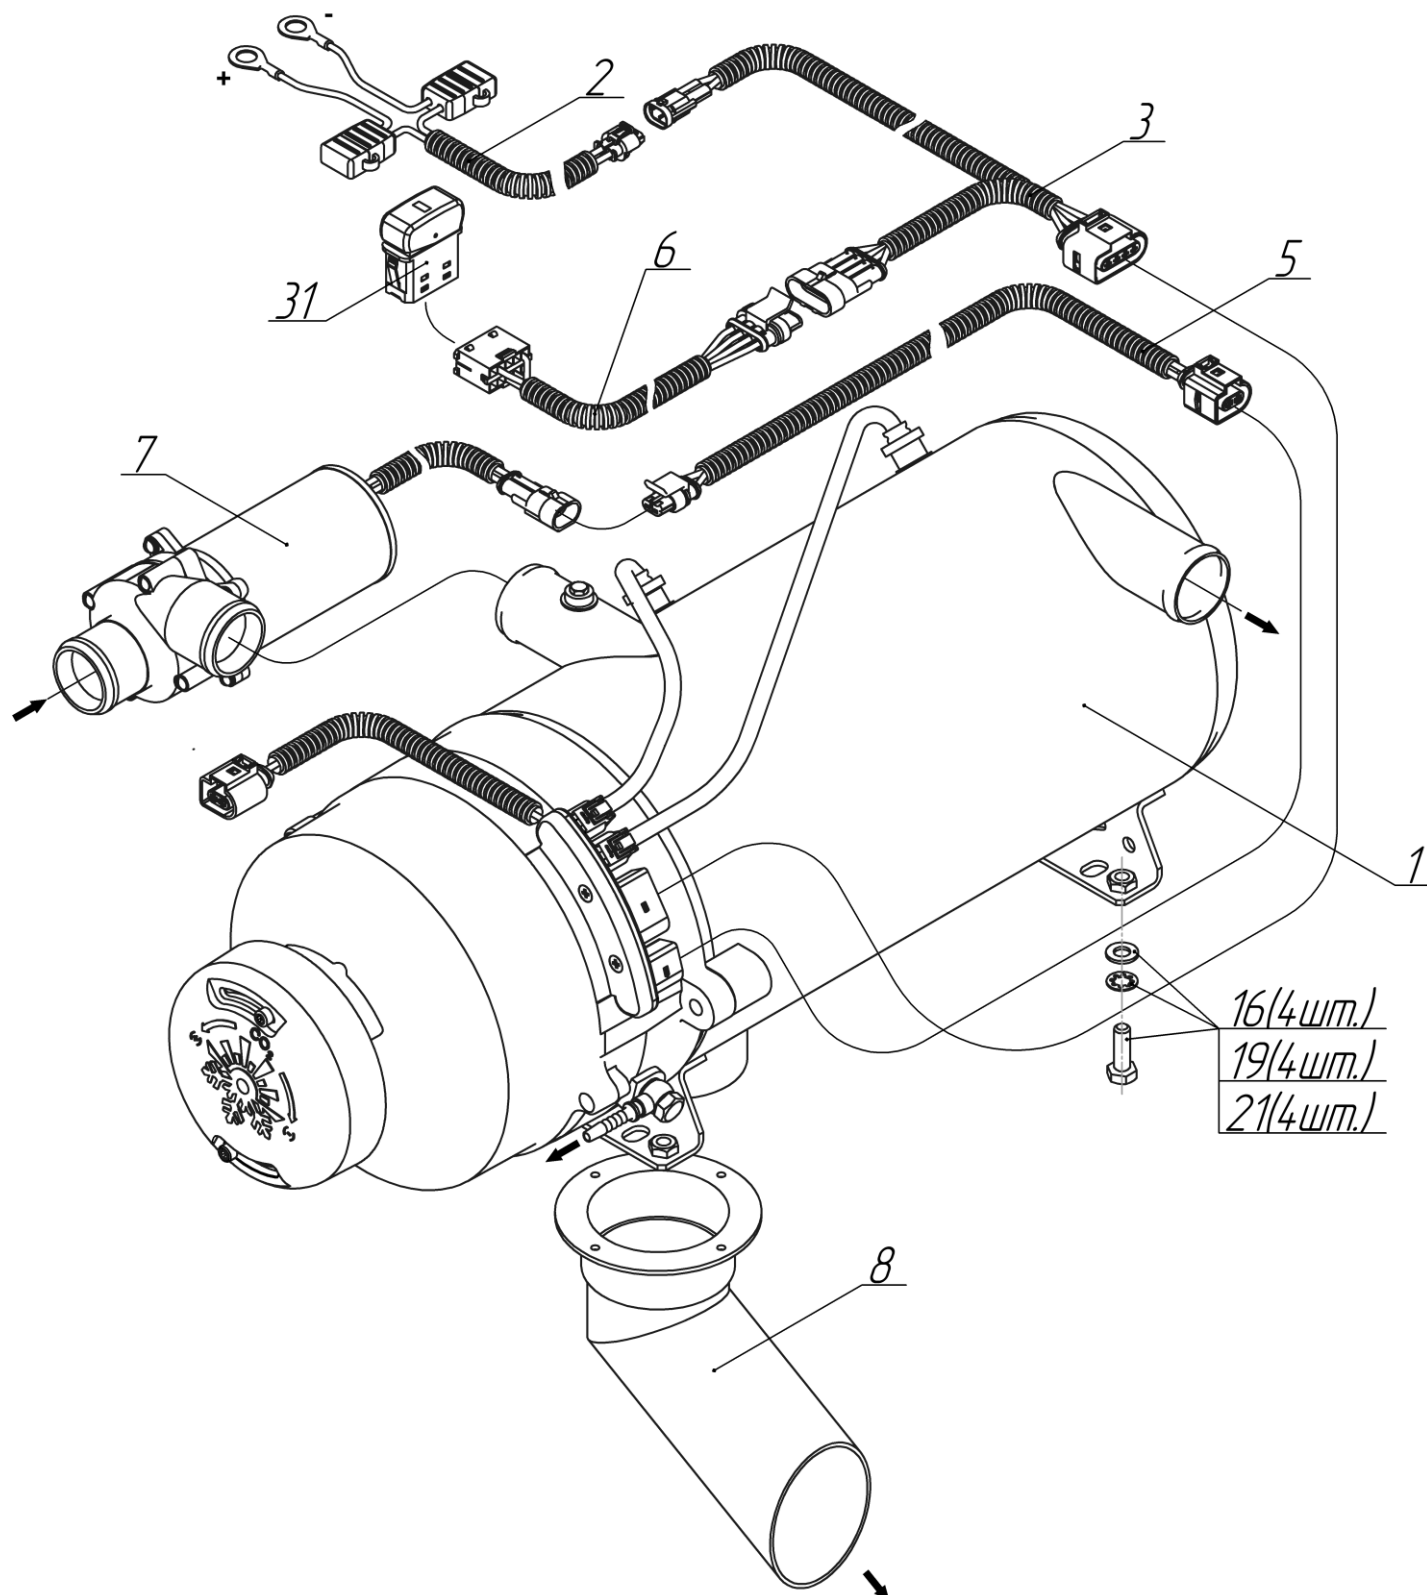

Рис.1- Схема деления подогревателя
- 1) Состав подогревателя согласно схеме деления изделия, на составные части представлен на рис. 1 и перечню деталей и сборок – таблица 1.